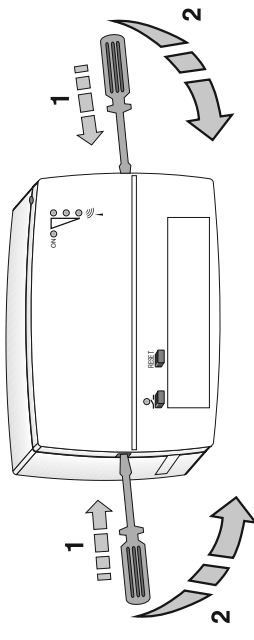

Abb. 3.i
- Führen Sie zuerst auf der einen, dann auf der anderen Seite einen Schraubendreher in die dafür vorgesehenen Schlitzze an den Seiten des Gerätes ein, üben Sie einen leichten Druck auf den Schließhaken aus und heben Sie dann mit Hilfe einer kleinen Drehung des Schraubendrehers nach vorn (wie in Abbildung 3.i) das Frontteil ab.